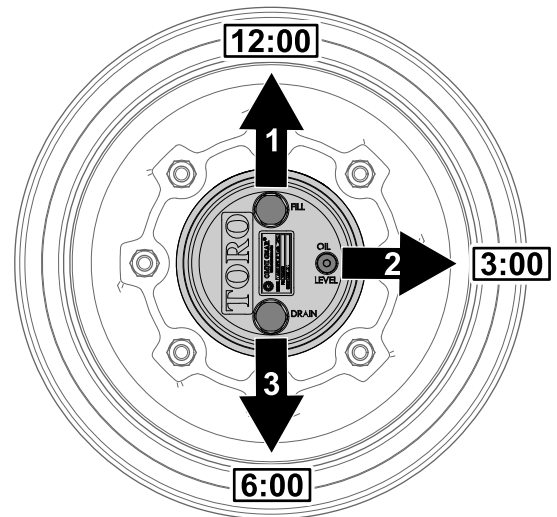

図 100
1. 水平な床面で、補給プラグが時計の 12 時の位置、点検プラグが 3 時、ドレンプラグが 6 時の位置を指すように駐車する 図 100。
2. 3 時の位置にある点検プラグを外す 図 100。
1. 水平な床面で、補給プラグが時計の 12 時の位置、点検プラグが 3 時、ドレンプラグが 6 時の位置を指すように駐車する 図 100 プラネタリギアオイルの点検 \(ページ 60\) を参照。